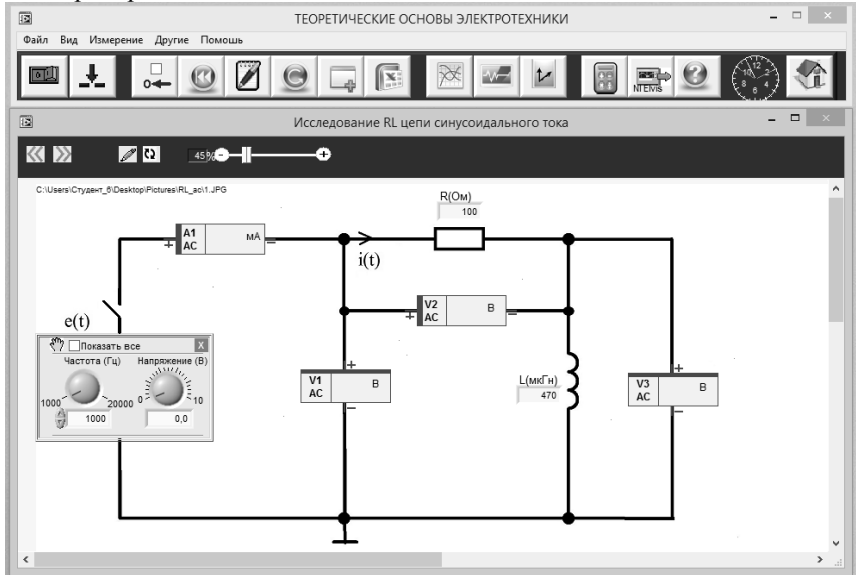

Рис. 15
4.3. Из главного меню выберите лабораторную работу **Исследование RL – цепи синусоидального тока**. Откроется заранее подготовленное изображение электрической схемы с размещенными на ней полями компонентов и приборов (рис.15).
4.3.1. Соберите на плате цепь в соответствии со схемой на рис.15. Установите номиналы сопротивления и индуктивности в соответствии с заданным преподавателем вариантом.